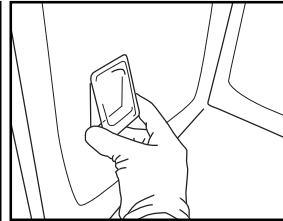

Fig. 9
5. Vuelva a poner la tapa y empuje contra la pared para engancharla bien (Fig. 9).